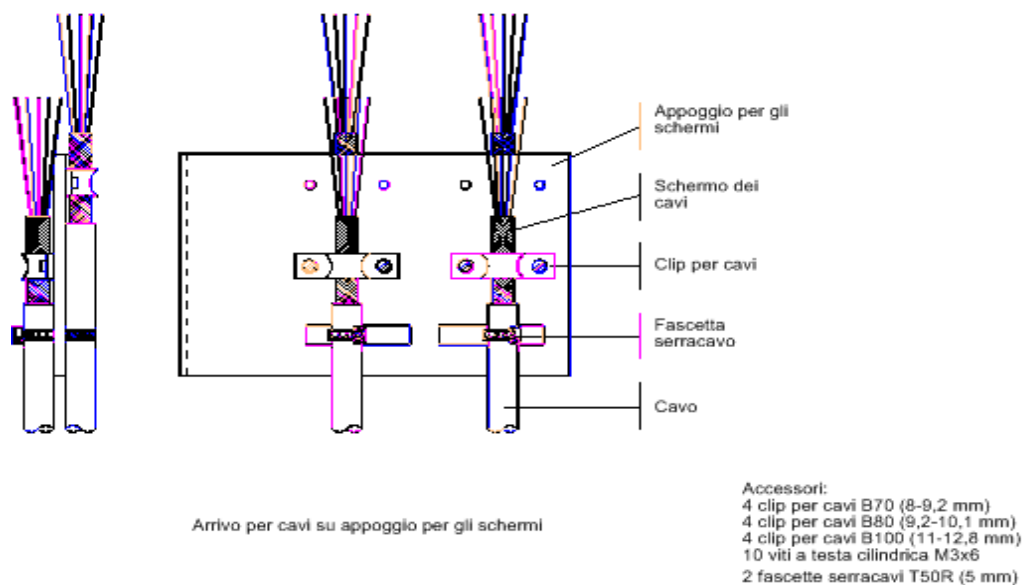

Figura 14-1 Arrivo per cavi e appoggio per gli schermi
- ❑ Eseguire il fissaggio dei cavi e degli schermi come da figura 14-1.